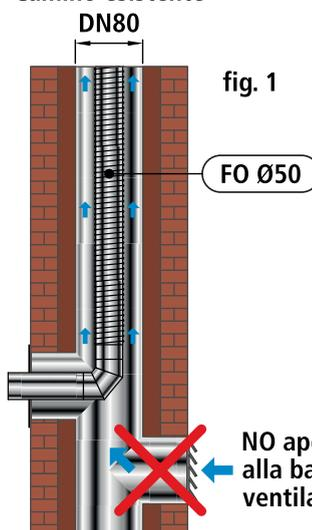

fig. 1
- con il DN 50 è possibile intubare un vecchio DN 80 senza dover realizzare una apertura alla base del condotto per la ventilazione dell'intercapedine, fig. 1;